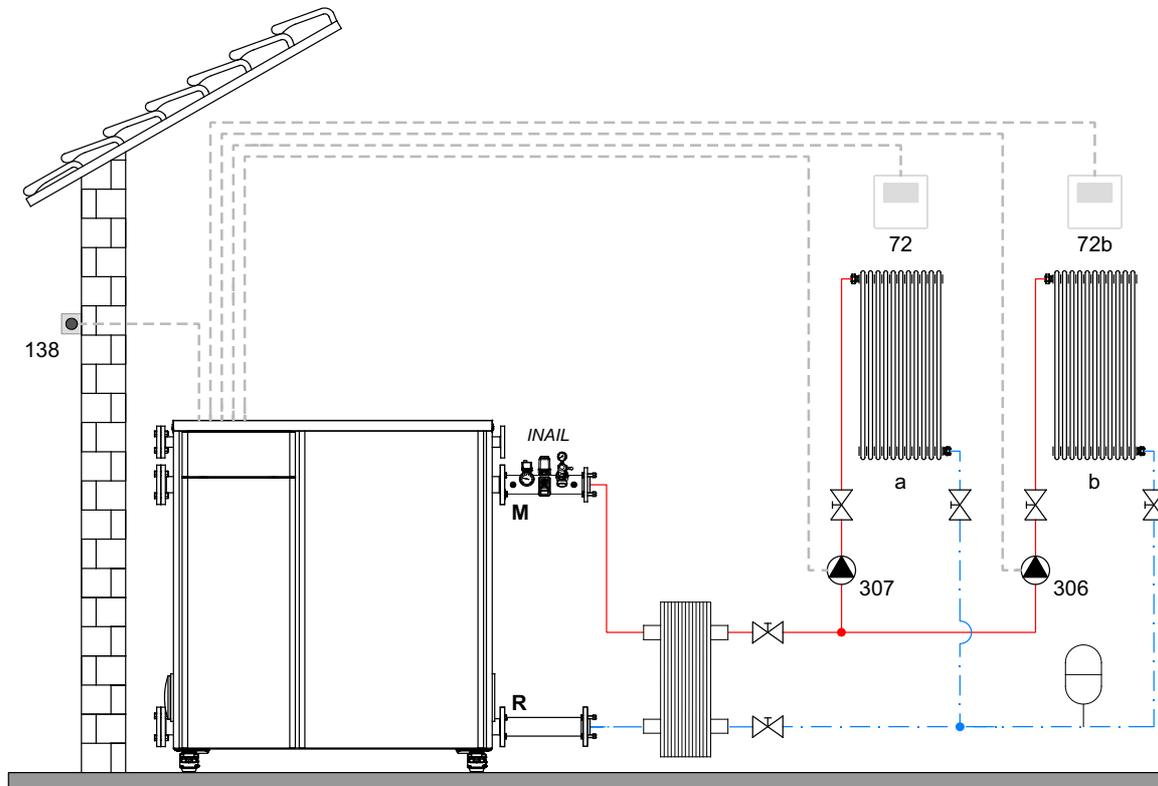
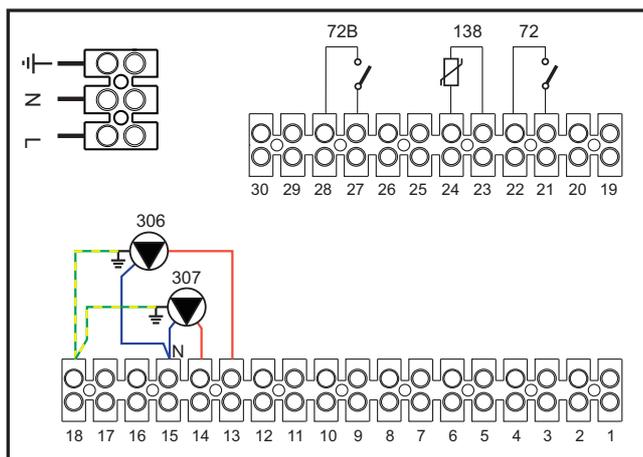

fig. 55
fig. 56
**Legend (fig. 55 and fig. 56)**
Legend (fig. 55 and fig. 56)